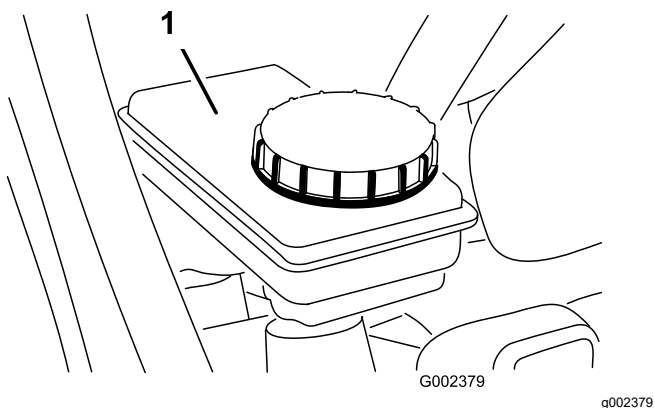

Figura 57
5. Asigurați-vă că nivelul lichidului este până la linia cu marcajul Full (Complet) a rezervorului (Figura 57).
6. Dacă nivelul lichidului este scăzut, curăți zona din jurul capacului, scoateți capacul rezervorului și umpleți rezervorul la nivelul corespunzător cu lichidul de frână specificat (Figura 57).